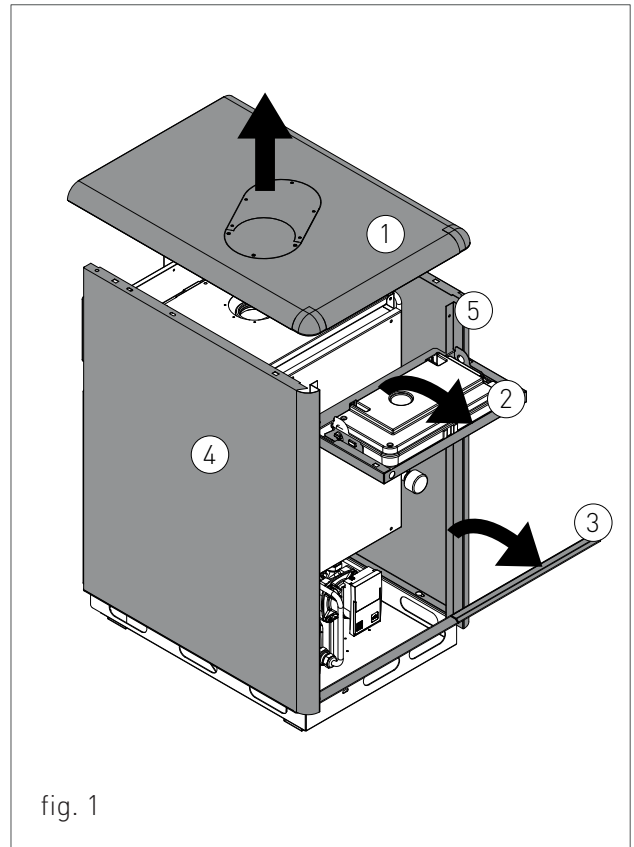

fig. 1
- > estrarre il coperchio '1' (fig. 1) esercitando forza verso l'alto;
- > afferrare il pannello '2' (fig.1) dalla parte superiore e ruotarlo verso il basso. Per estrarre completamente il pannello disimpegnare prima il pannello comandi, della scheda elettronica, dalle staffe di supporto. Poi rimuovere le viti di fissaggio situate internamente nella parte bassa del pannello.
- > afferrare il pannello '3' (fig.1) dalla parte superiore e ruotarlo verso il basso. Per estrarre il pannello rimuovere le viti di fissaggio situate internamente nella parte bassa del pannello.
- > estrarre i pannelli '4' e '5' (fig.1), rimuovendo prima le viti di fissaggio situate nella parte posteriore e inferiore.
- > Seguire la procedura descritta al capitolo 'ACCESSO ALLA CALDAIA' e ruotare il pannello '2' (fig.1);